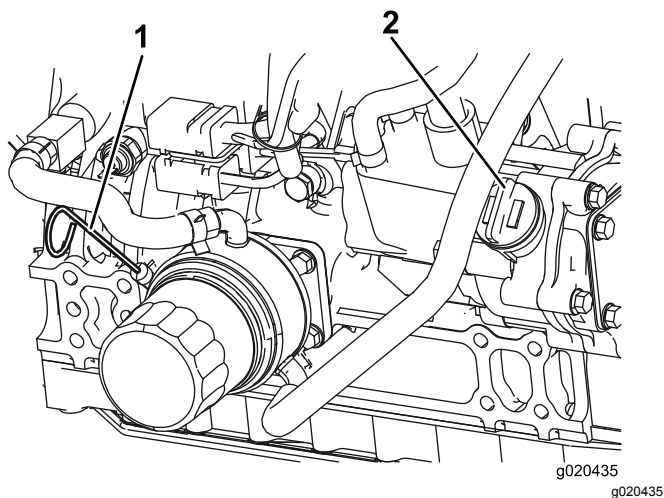

Figura 76
O nível de óleo deve encontrar-se na zona de segurança (Figura 76).
4. Se o nível de óleo se encontrar abaixo da zona de segurança, deverá retirar a tampa de enchimento (Figura 76) e adicionar óleo até que o nível atinja a marca Cheio.